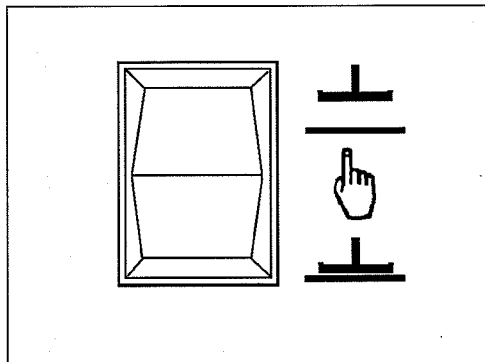

Figure 25
1. Pour abaisser la raclette et mettre le moteur d'aspiration en marche, placez le commutateur raclette relevée/abaissée en position abaissée (figure 25). **REMARQUE : Le moteur d'aspiration démarre immédiatement lorsque le commutateur est mis en position basse et que la raclette s'abaisse.**
2. Pour relever la raclette, placez le commutateur de raclette en position haute (figure 25). La raclette remonte et le moteur d'aspiration s'éteint peu de temps après. **REMARQUE : La position centrale du commutateur de raclette est destinée à être utilisée avec le bouton One Touch.**